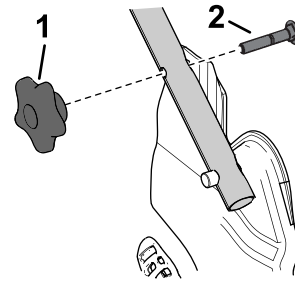

Figure 16
1. Retirez et conservez les 2 boutons et les 2 boulons de carrosserie du support de la poignée (Figure 16).